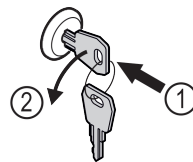

Fig. 206
- ▶ Schlüssel hineindrücken. Fig. 206 (1)
- ▶ Schlüssel um 90° gegen den Uhrzeigersinn drehen. Fig. 206 (2)